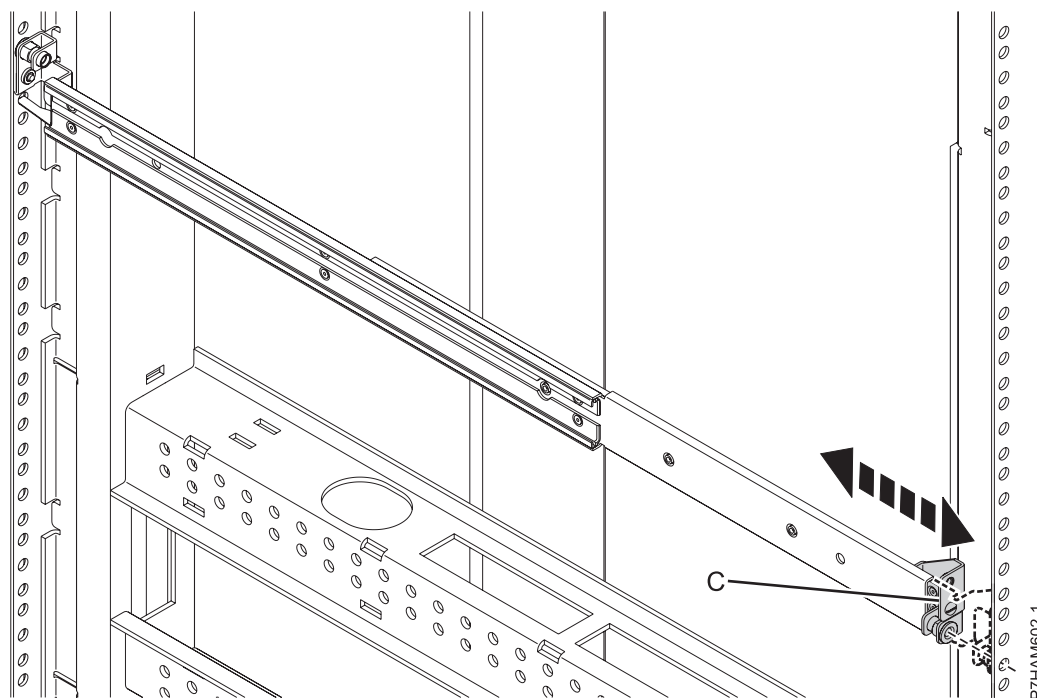

Figure 5. Extension de la glissière vers l'arrière de l'armoire
- d. A l'arrière de l'armoire, repérez les deux marques faites précédemment sur les bandes EIA. Comprimez la glissière (C) comme sur la figure 5, puis laissez-la se détendre progressivement vers les marques jusqu'à ce qu'elle touche la cornière arrière de l'armoire.